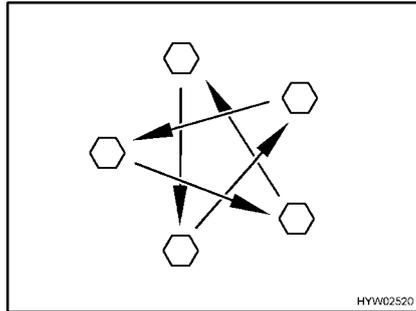

Fig. 297 Serrer en croix les écrous ou les boulons de roue
- Vérifier régulièrement le serrage des écrous ou des boulons de roues. Resserrer tous les écrous ou les boulons de roue 50 km après le changement d'une roue (Fig. 297). Pour les couples de serrage, voir paragraphe 14.5.2.
- Si des jantes neuves ou repeintes sont utilisées, alors resserrer les écrous ou les boulons de roue une fois de plus après env. 1 000 à 5000 km (Fig. 297).
- ▷ Serrer en croix les écrous ou les boulons de roue (Fig. 297).